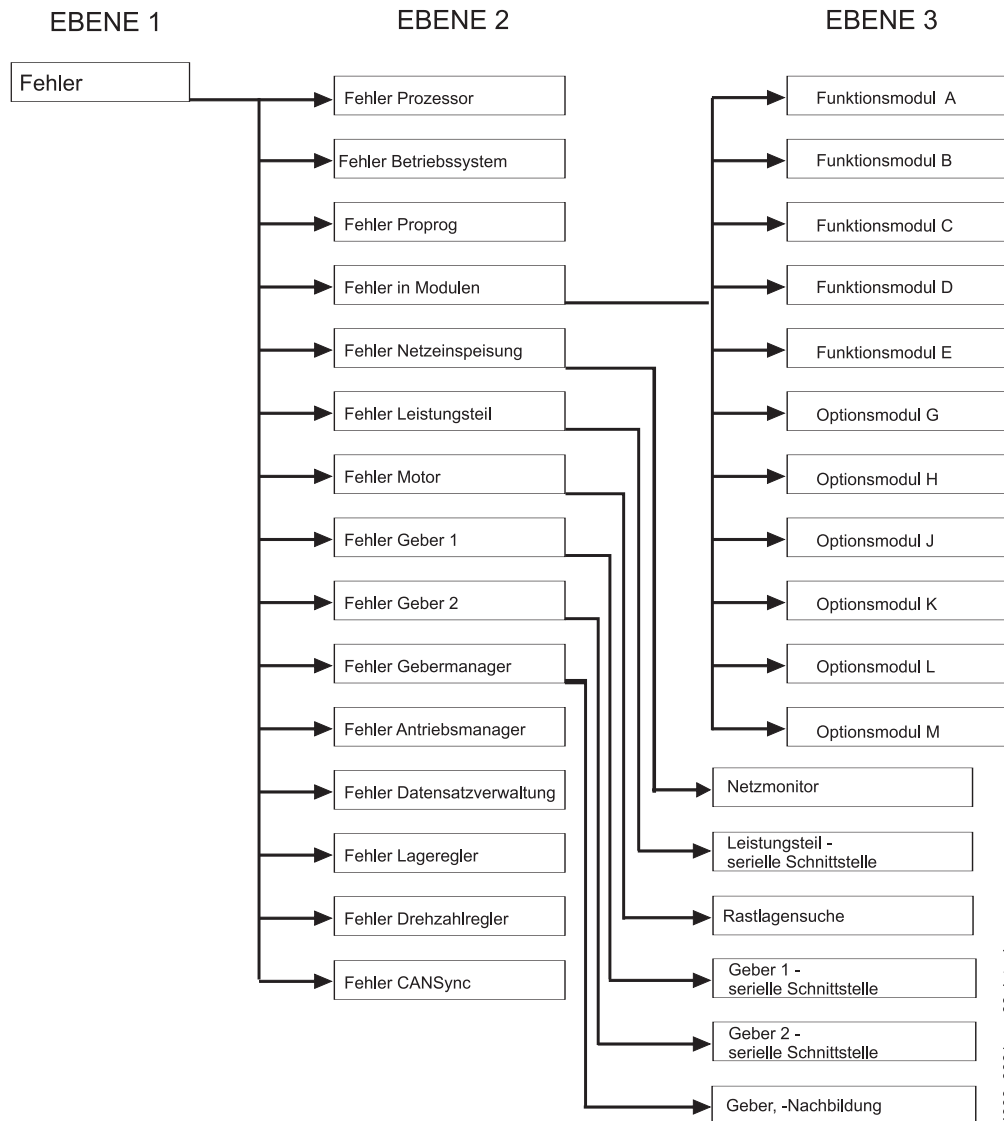

Abbildung 21: Aufbau der Fehlerliste - Übersicht
- Ebene 2** Die Fehlermeldungen sind nach der Übersicht geordnet (►Abbildung 21◄ auf Seite 61).
Ebene 3 Fehler werden nur in ProDrive mit Punkt getrennt zum zugehörigen Ebene 2 Fehler angezeigt (siehe auch ►Abbildung 21◀ auf Seite 61).